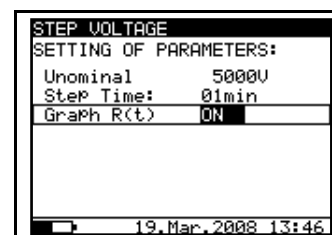

Рис. 26. Меню настроек в режиме пошагового изменения сопротивления
- Нажмите клавишу **SELECT**, на экране появится меню настроек, как показано на **Рис. 26**.